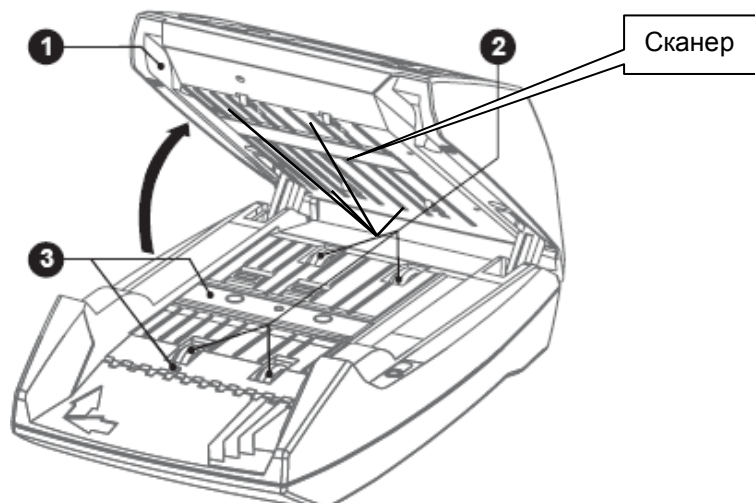

Рис. 6.1
1. Откройте верхнюю крышку детектора и протрите сухой безворсовой салфеткой верхние и нижние транспортные ролики, тракт, световод, сканер и другие датчики, указанные на рис. 6.1.